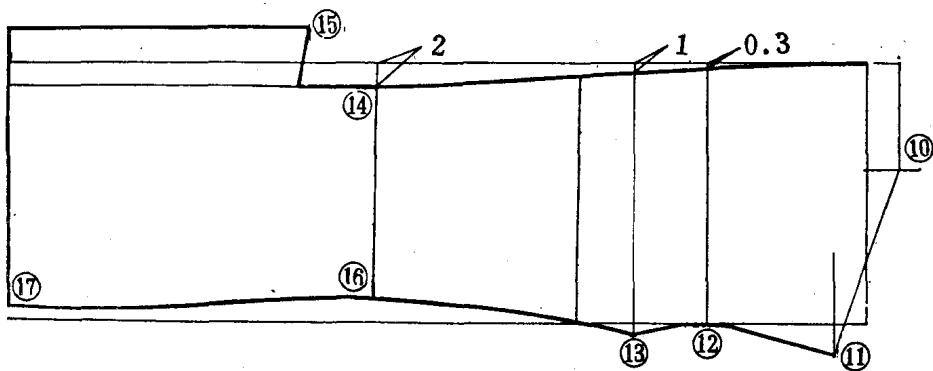

图 1-7
## 2. 直线图(见图 1-7)
- ⑩ 横开领：按胸围  $\frac{0.8}{10} = 8.6$  厘米。
- ⑪ 肩宽线：按肩阔  $\frac{1}{2} + 1$  厘米 = 23.8 厘米。
⑫ 背宽线：由基本线起量，按胸围 $\frac{1.5}{10} + 5$  厘米 = 21 厘米。
⑬ 截势：由背宽线向外划出 1 厘米。
⑭ 背缝捆势：划法见图 1-7。
⑮ 背叉宽：定数 5 厘米，从背缝捆势量出。
⑯ 中腰线：按背宽线吸进 2 厘米。
⑰ 下摆线：按背宽线划进 1 厘米。